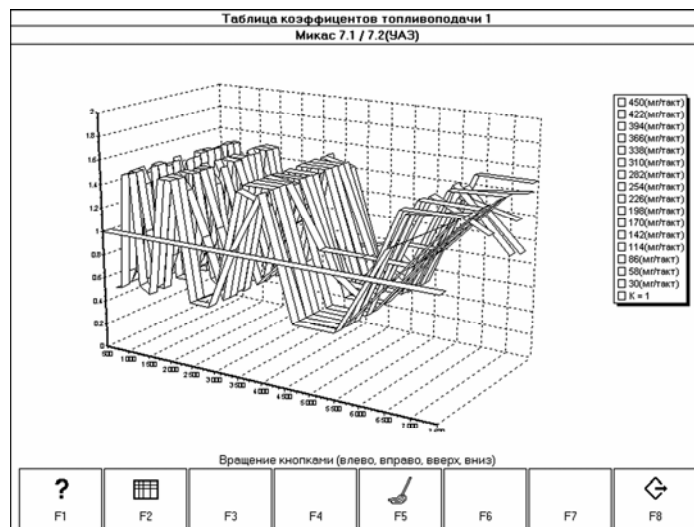

Рис. 13. Трёхмерная линейчатая гистограмма коэффициентов топливоподачи.
- представление в виде трёхмерной линейчатой гистограммы (Рис. 13).